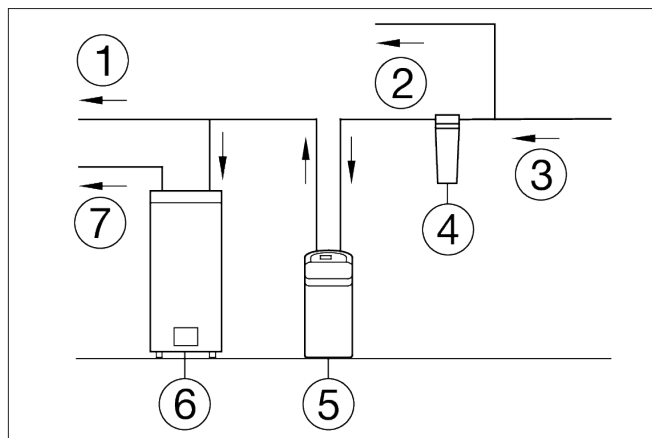

Fig. 8 Ordre approprié pour l'installation de l'équipement de traitement d'eau
- ▶ Toujours installer l'adoucisseur d'eau entre l'entrée d'eau et le ballon. Tout autre équipement de traitement de l'eau doit être installé entre l'entrée d'eau et l'adoucisseur d'eau (voir Fig. 8 ci-dessous).